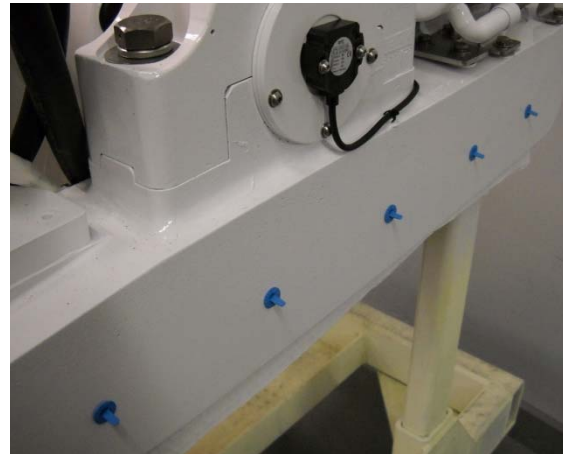

FIGURA 9 – AGUJEROS TAPADOS PARA INYECCIÓN DE ADHESIVO
- 10) El giróscopo contiene agujeros en los lados de la base para inyección de adhesivo como medio secundario de aplicación de adhesivo (ver Paso 13). El giróscopo se envía con tapones colocados en estos agujeros; 20 lugares. Revise que todos los tapones estén en su lugar como se muestra en la Figura 9. Los tapones deben permanecer en los agujeros hasta que concluya el Paso 12.